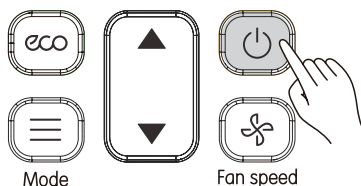

Рисунок 3.3
1) Нажмите  (см. Рис. 3.3); внутренний блок начинает работать;